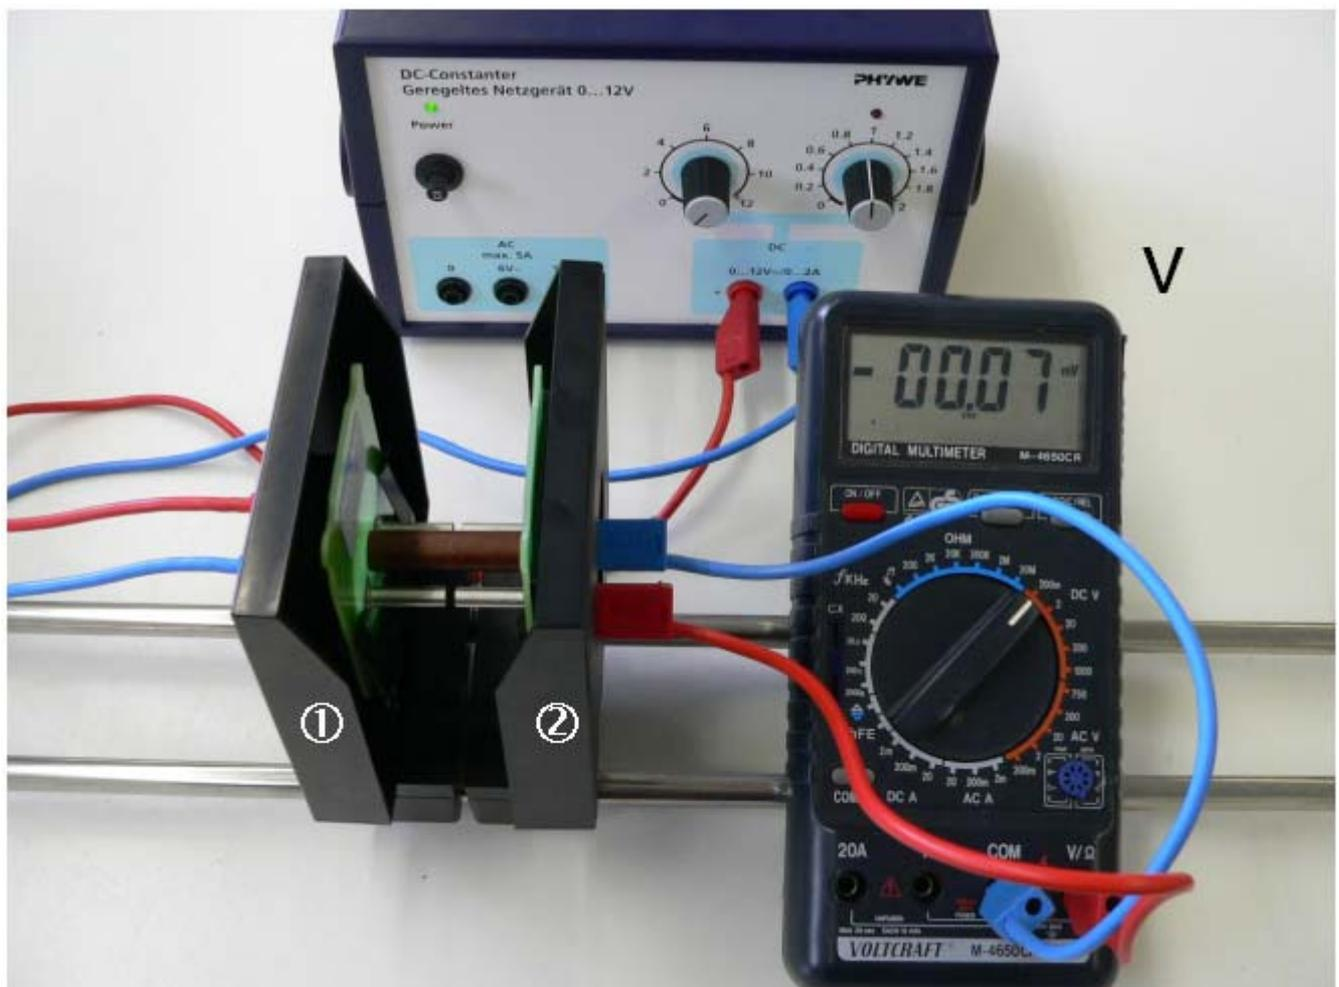

Abb.1: Versuchsaufbau - Der Störlichttubus verbindet die linke LED (Lichtquelle) ① mit der rechten LED (Detektor) ② lichtdicht.
- Aufbau entsprechend Abbildung 1